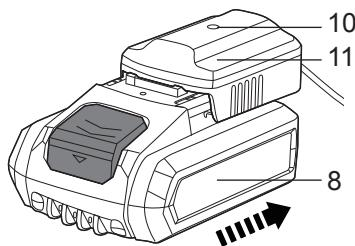

Fig. 6
- > Glisați pachetul acumulatoarelor (8) în baza de încărcare (11) până când se blochează în poziție (fig. 6).
- > Conectați încărcătorul (12) la sursa de alimentare. Indicatorul luminos (10) se aprinde roșu când acumulatorul se încarcă și verde când încărcarea s-a încheiat.